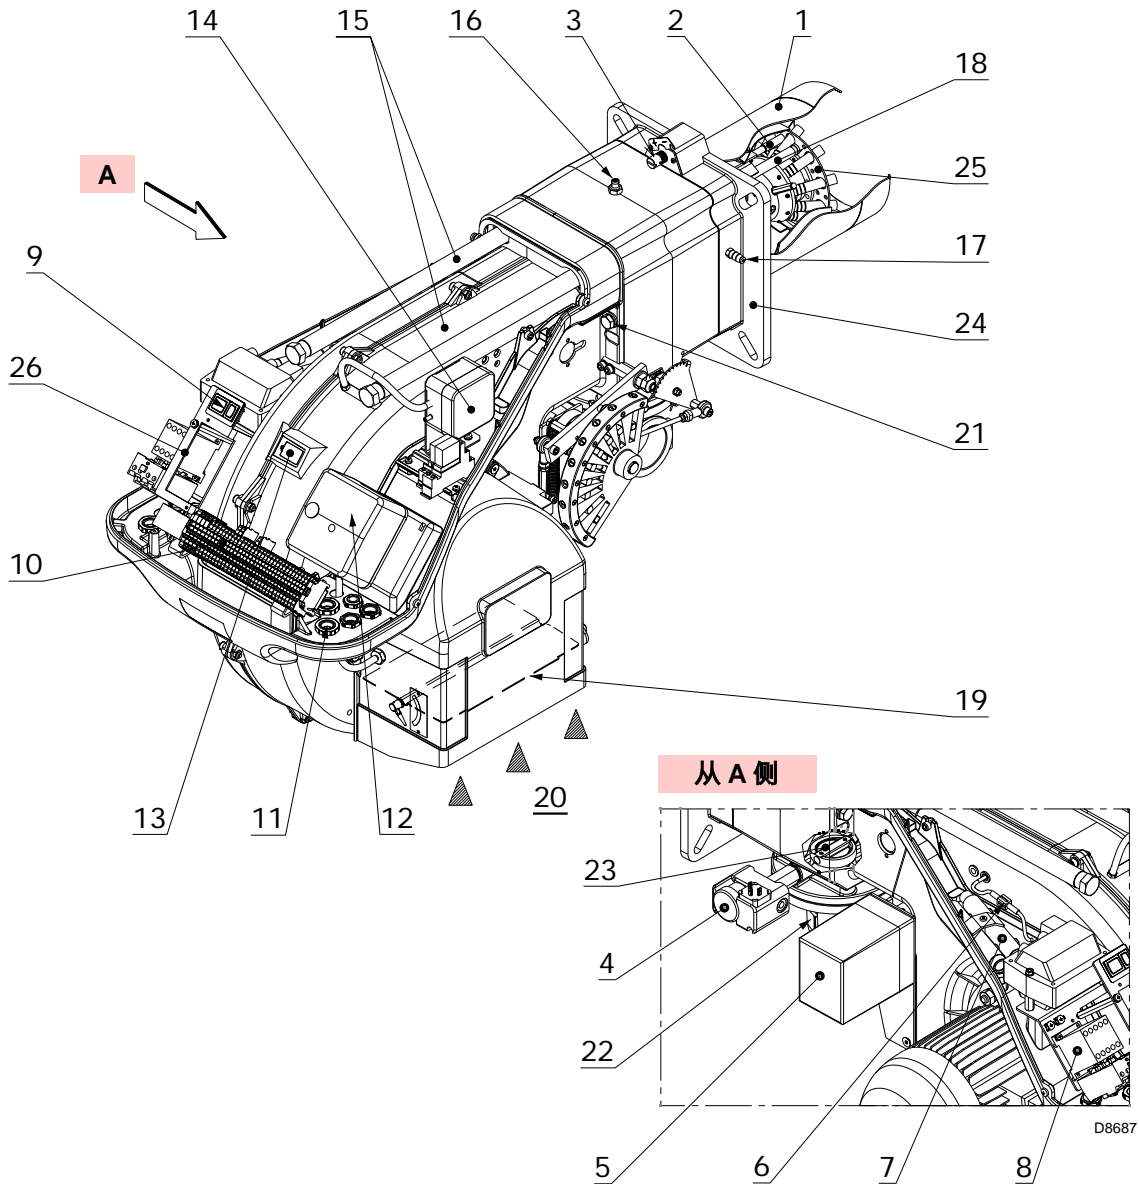

图 5
(1) 参考条件: 环境温度 20°C - 燃气温度 15°C - 大气压力 1013 mbar - 海拔 0 m a.s.l.
(2) 燃烧头压力测试点 16) (Fig. 5) 处的燃气压力是炉膛压力为零且燃烧器处于最大出力状态时测得的。
(3) 噪声值于制造商实验室内的测试锅炉上测得, 且燃烧器处于最大额定出力状态。